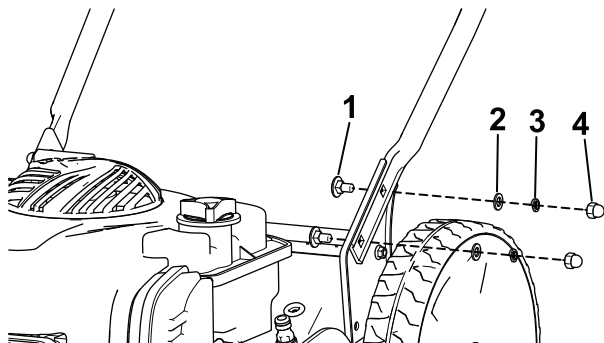

Bild 3
1. Befestigen Sie den unteren Holm mit vier Schrauben, vier Flachscheiben, vier geteilten Scheiben und vier Muttern am Rasenmähergehäuse (Bild 3).